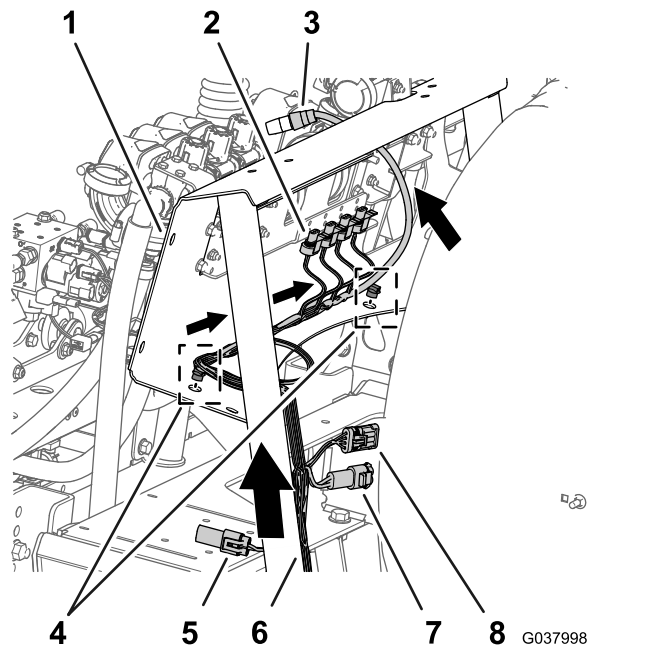

図 112
1. 図 112に示すように、ワイヤハーネスの76cmの枝線を、バルブマウントのサポートストラットよりも車体内側を通して車体後方、ブームバルブと攪拌バルブまで導く。
2. 76cmの枝線の押し込み型ファスナを、マニホールドマウントの下側フランジに差し込む 図 112。